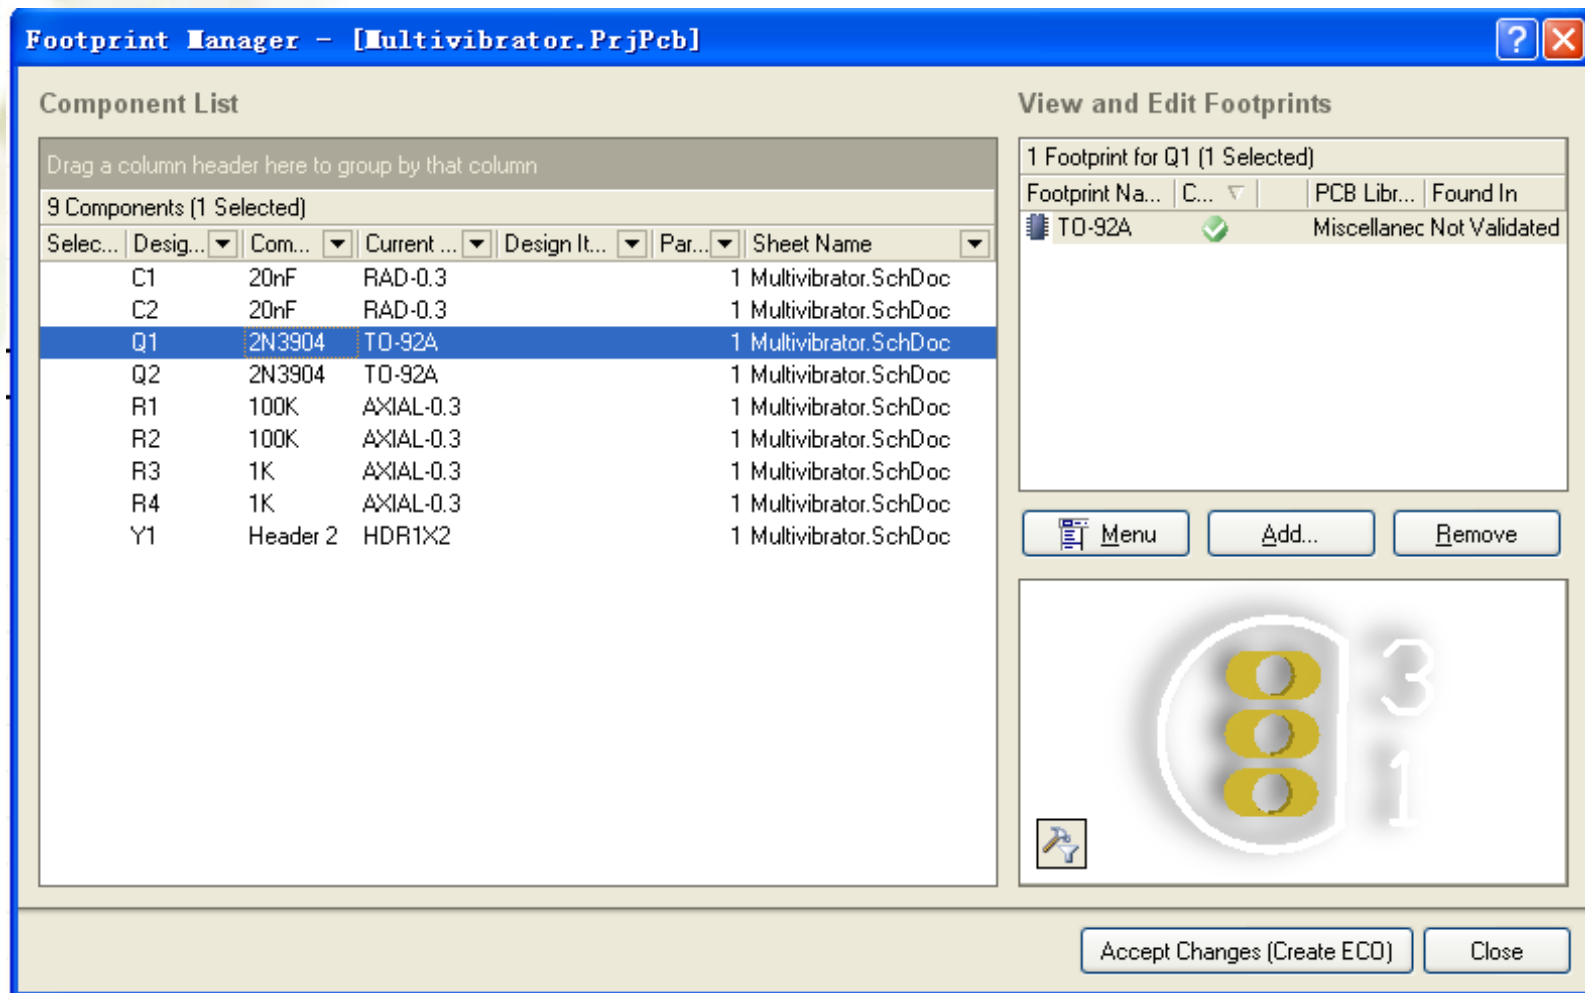

图3-13 封装管理器对话框
- ❖ 在原理图编辑器内，执行Tools→Footprint Manager命令，显示如图3-13所示封装管理器检查对话框。在该对话框的元件列表（Component List）区域，显示原理图内的所有元件。用鼠标左键选择每一个元件，当选中一个元件时，在对话框的右边的封装管理编辑框内设计者可以添加、删除、编辑当前选中元件的封装。如果对话框右下角的元件封装区域没有出现，可以将鼠标放在Add按钮的下方，把这一栏的边框往上拉，就会显示封装图的区域。如果所有元件的封装检查完都正确，按Close按钮关闭对话框。